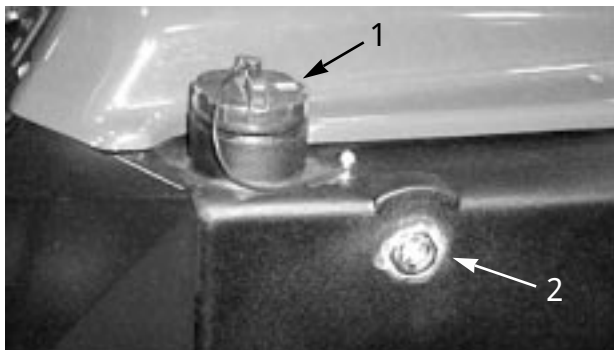

図 27
2. 油圧オイルタンクの側面についている点検窓（図27）でオイルの量を点検する。オイルが冷えている状態で窓の下の方まであればよい。オイルが熱い状態では窓の中央部まであればよい。